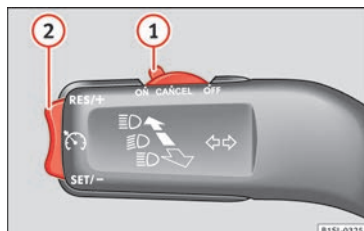

Fig. 34 Contacteur et commandes d'utilisation du GRA.
- Connecter le GRA : déplacez le contacteur » fig. 34 (1) sur **ON**. Le système s'allume. Étant donné qu'aucune vitesse n'a été programmée, le système ne règle pas la vitesse.
- Activer le GRA : appuyez sur le bouton » fig. 34 (2) dans la zone **SET/-**. La vitesse fixée est alors mémorisée et maintenue.
- Déconnecter le GRA temporairement : déplacez le contacteur » fig. 34 (1) sur **CANCEL** ou appuyez sur la pédale de frein. Le réglage est désactivé temporairement.
- Reconnecter le GRA : appuyez sur le bouton » fig. 34 (2) sur **RES/+**. La vitesse mémorisée sera de nouveau enregistrée et régulée.
• Augmenter la vitesse programmée pendant le réglage du GRA: appuyez sur le bouton (2) sur **RES/+**. Le véhicule accélère jusqu'à la nouvelle vitesse enregistrée.
• Réduire la vitesse programmée pendant le réglage du GRA: appuyez sur le bouton (2) sur **SET/-** pour réduire 1 km/h (1 mph). La vitesse est réduite jusqu'à atteindre la nouvelle vitesse enregistrée.
• Déconnexion du GRA: déplacez le contacteur » fig. 34 (1) sur **OFF**. La vitesse mémorisée est effacée et le système est déconnecté.